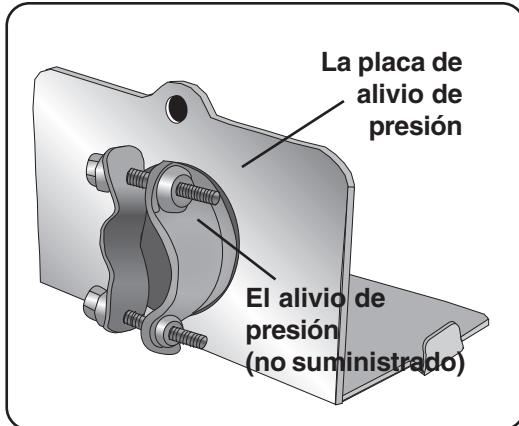

Ilustración 27
- 1 Recoja la placa de alivio de presión e instale un dispositivo de alivio de presión [*strain relief*] (algo que no proporcionamos) en la apertura de la misma placa. **NOTA:** Acomode el alivio de presión tal como indica en la **Ilustración 27**.